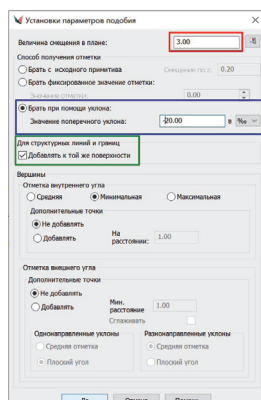

Рис. 23. Диалоговое окно установки параметров подобия структурной линии в процессе редактирования
Откроется диалоговое окно, в котором мы зададим параметры подобия структурной линии (рис. 23).
- настроить величину смещения относительно исходной структурной линии (красная рамка на рис. 23);
- тремя разными способами изменить отметки по  $z$  относительно исходной структурной линии (синяя рамка на рис. 23);
- добавить полученную структурную линию в поверхность (автоматически присваивается номер структурной линии) или не добавлять ее (номер полученной структурной линии будет обозначен как "-1") (зеленая рамка на рис. 23).